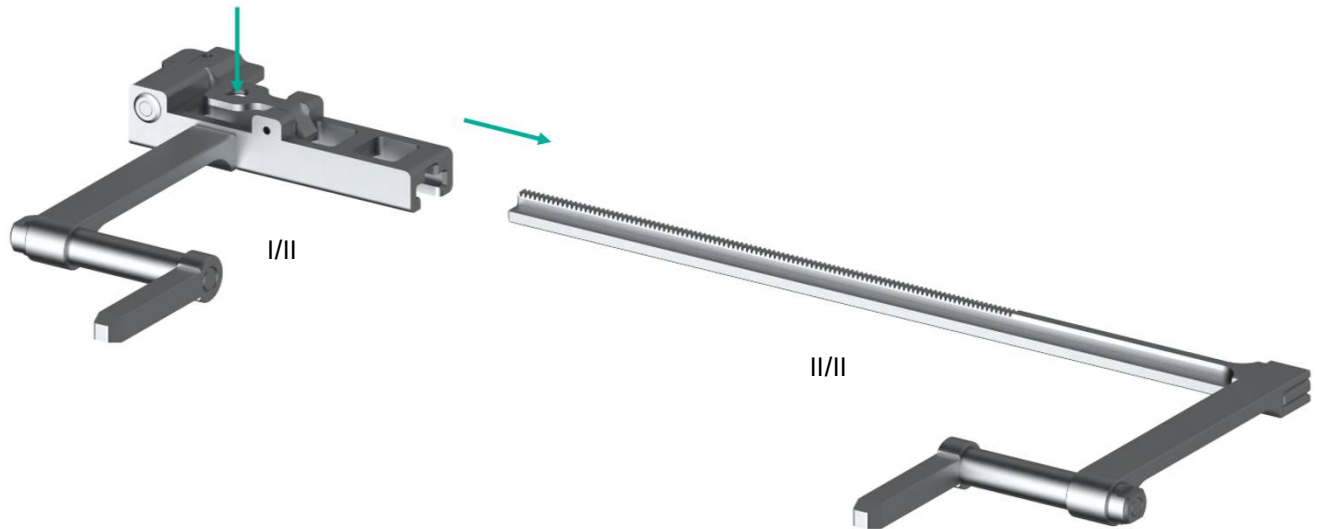

Abbildung 3: Montage des Prima Frame
- Zur Montage des Prima Frame sind die beiden Teile (I/II und II/II) ineinander zu schieben. Dabei ist die Klinke gedrückt zu halten (siehe Abbildung 3).